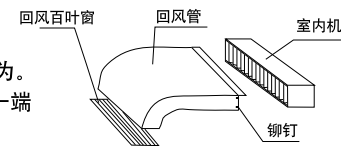

图1 回风管连接
- 2.回风管的安装:用铆钉将回风管连接在室内机回风口上,另一端与回风百叶相连。如图1
- 1.在墙上凿上个洞，将连接管和接线穿过一个本地购买的PVC过墙管。墙洞应向外朝下稍微倾斜，倾斜度至少保证1/100。（见图1）